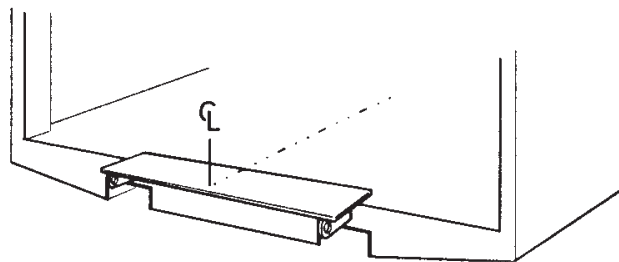

Bild 25. Skruva eller punktsvetsa monteringsjiggen vid bakbalken
2. Skruva eller punktsvetsa monteringsjiggen vid bakbalken, så att resp. mittpunkt sammanfaller. Se Bild 25.